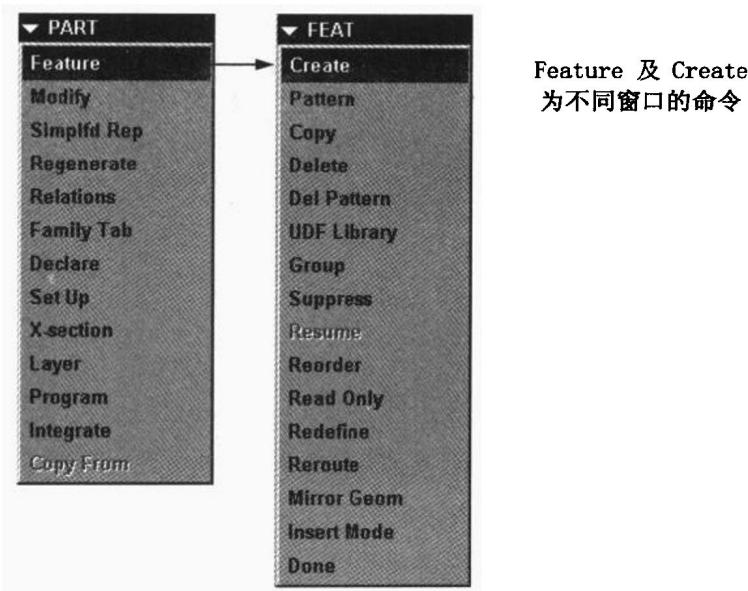

图 2
4. → (例如: Feature → Create) : 不同窗口的命令 (见图 2)。